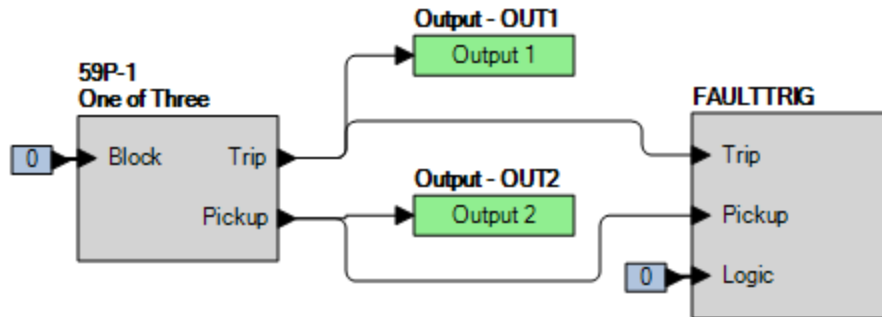

Figure 68-1. Paramètres BESTlogicPlus
Étape 2 : Utilisez BESTCOMSPlus pour configurer la Logique programmable BESTlogicPlus illustrée dans la Figure 68-1.
Étape 4 : Préparez la surveillance de l'exécution de la fonction 59P-1. Cette exécution peut être vérifiée en surveillant la sortie OUT2 (voir Figure 68-1).